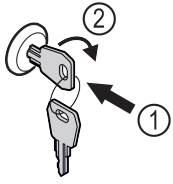

Fig. 152 Beispielhafte Darstellung
- ▶ Schlüssel hineindrücken Fig. 152 (1).
- ▶ Schlüssel um 90° im Uhrzeigersinn drehen Fig. 152 (2).